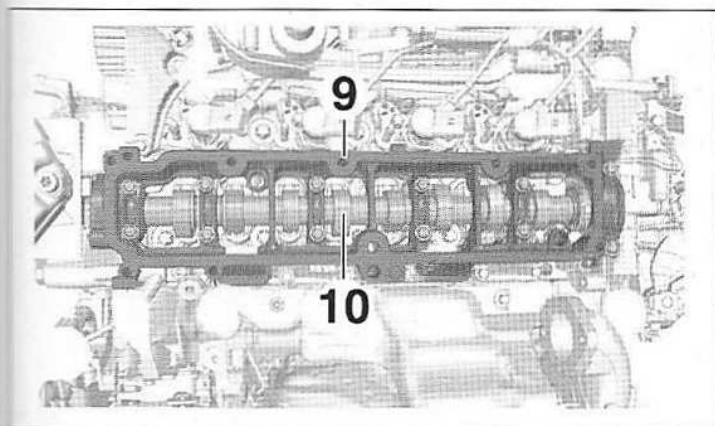

FIG.118
• Déposer (Fig.118) :
- la partie supérieure (9) du carter-paliers d'arbre à cames,
- l'arbre à cames (10).